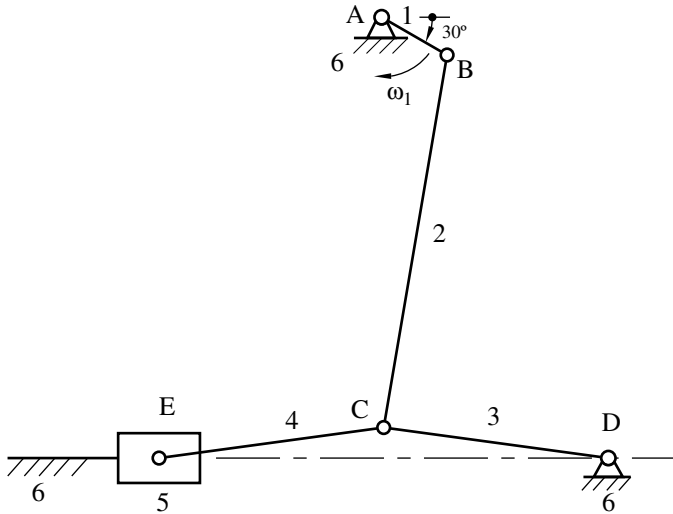

Fig. 2. Mecanismo de palanca
2. En la Fig. 2 se representa esquemáticamente el mecanismo de palanca, mecanismo que se caracteriza por vencer una gran resistencia en el eslabón 5 utilizando una fuerza pequeña. Determinar las velocidades angulares de los eslabones 2, 3 y 4 y la velocidad angular del eslabón 5 es $\omega_1 = 5$ rad/s en sentido horario. Las dimensiones de los eslabones son: $l_{AB} = 60$ mm, $l_{BC} = 300$ mm, $l_{CD} = l_{CE} = 180$ mm. Ubicación del apoyo fijo D con respecto al A, (180,-350) mm.